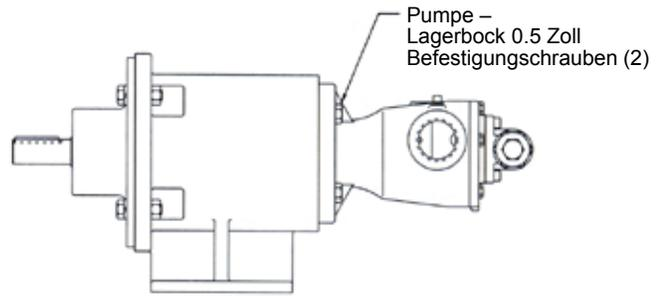

ABBILDUNG 15
1. Lösen Sie die an den Anschlüssen angeschlossenen Leitungen und entfernen Sie die Schrauben; mit denen die Pumpe am Lagerbock befestigt ist. (Siehe **Abbildung 15**). Unterstützen Sie, wenn möglich, die Pumpe mit einem Kran.